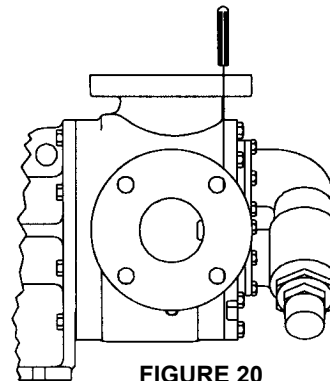

FIGURE 20
6. La tête peut alors être montée sur la pompe. Eloignez légèrement le haut de la tête de la pompe jusqu'à ce que le croissant pénètre à l'intérieur du rotor et faites tourner le pignon jusqu'à ce que ses dents s'engagent dans les dents du rotor. Alignez les repères de la tête et du boîtier, qui ont été marqués auparavant afin d'assurer un remontage correct. Vérifiez que la broche de pignon qui est décentrée dans la tête, soit placée à égale distance entre les orifices de raccord pour permettre l'écoulement correct du liquide par la pompe. Serrez les vis de la tête (ou les écrous sur les goujons sur la taille Q). Vérifiez le dégagement en bout à l'aide d'un calibre à lame selon les illustrations. Voir **Figure 20** page 10. Si le dégagement en bout est mauvais, voir la section sur le "**Réglage de dégagement en bout du joint de culasse**" page 10.
Si la pompe est en ligne et que les orifices ne sont pas accessibles, retirez la tête et les joints. Remplacez la tête et mesurez l'écart comme il est indiqué. Voir Figure 20. Une fois que l'écart entre la tête et le boîtier est déterminé, sélectionnez une série de joints possédant environ 25% d'épaisseur de plus que le calibre à lame plus le dégagement en bout requis. Voir Figure 18. Notez que les joints vont se comprimer lorsque la tête sera serrée. Retirez la tête, installez tous les joints et le joint torique puis installez la tête. Serrez les vis de la tête et contrôlez la pompe en vous assurant manuellement qu'elle tourne librement.